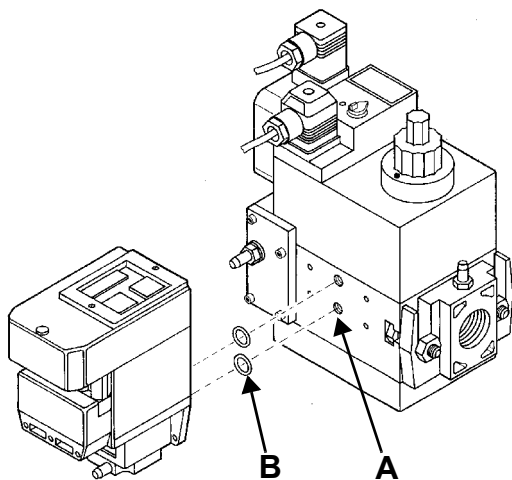
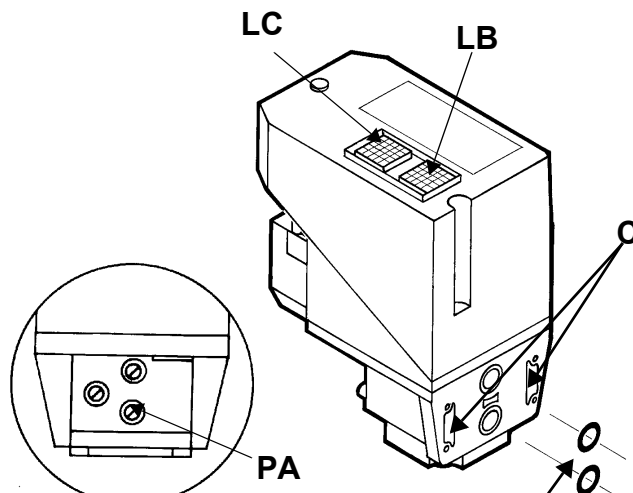

Рис. 24
Рис. 25
- 3). снять крепежные винты группы Multibloc (Рис. 24-A)
- 4). вставить уплотнительные кольца (10,5x2,25) в VPS 504 (Рис. 25-B, Рис. 24-B)
- 5). закрутить 4 винта блока контроля герметичности (M4x16) Рис. 24-C.
Для проверки работы, подсоедините манометр к штуцеру для отбора давления **PA** (Рис. 25). Если проверка завершилась положительно, через несколько секунд загорается жёлтая лампочка **LC**. В противном случае загорается красная лампочка блокировки **LB**. Чтобы перезапустить горелку, необходимо разблокировать блок нажатием на светящуюся кнопку **LB**.